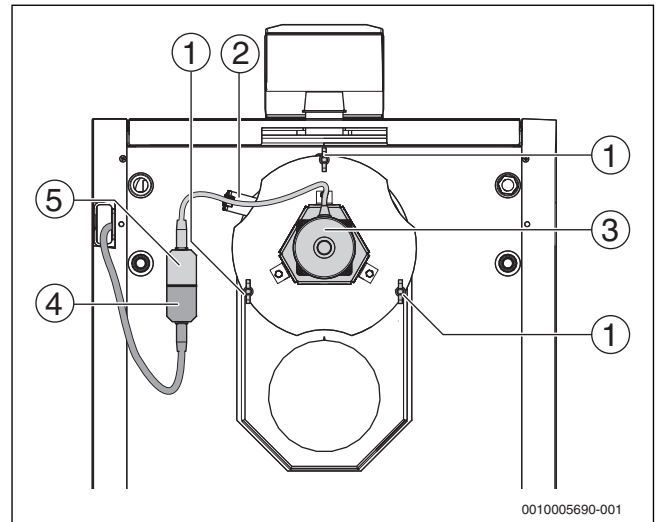

Fig. 18 Instalarea suflantei cu tiraj artificial
- Fixați cablul suflantei cu tiraj forțat cu suportul de cablu (→ Fig 18, [2], pagina 19).